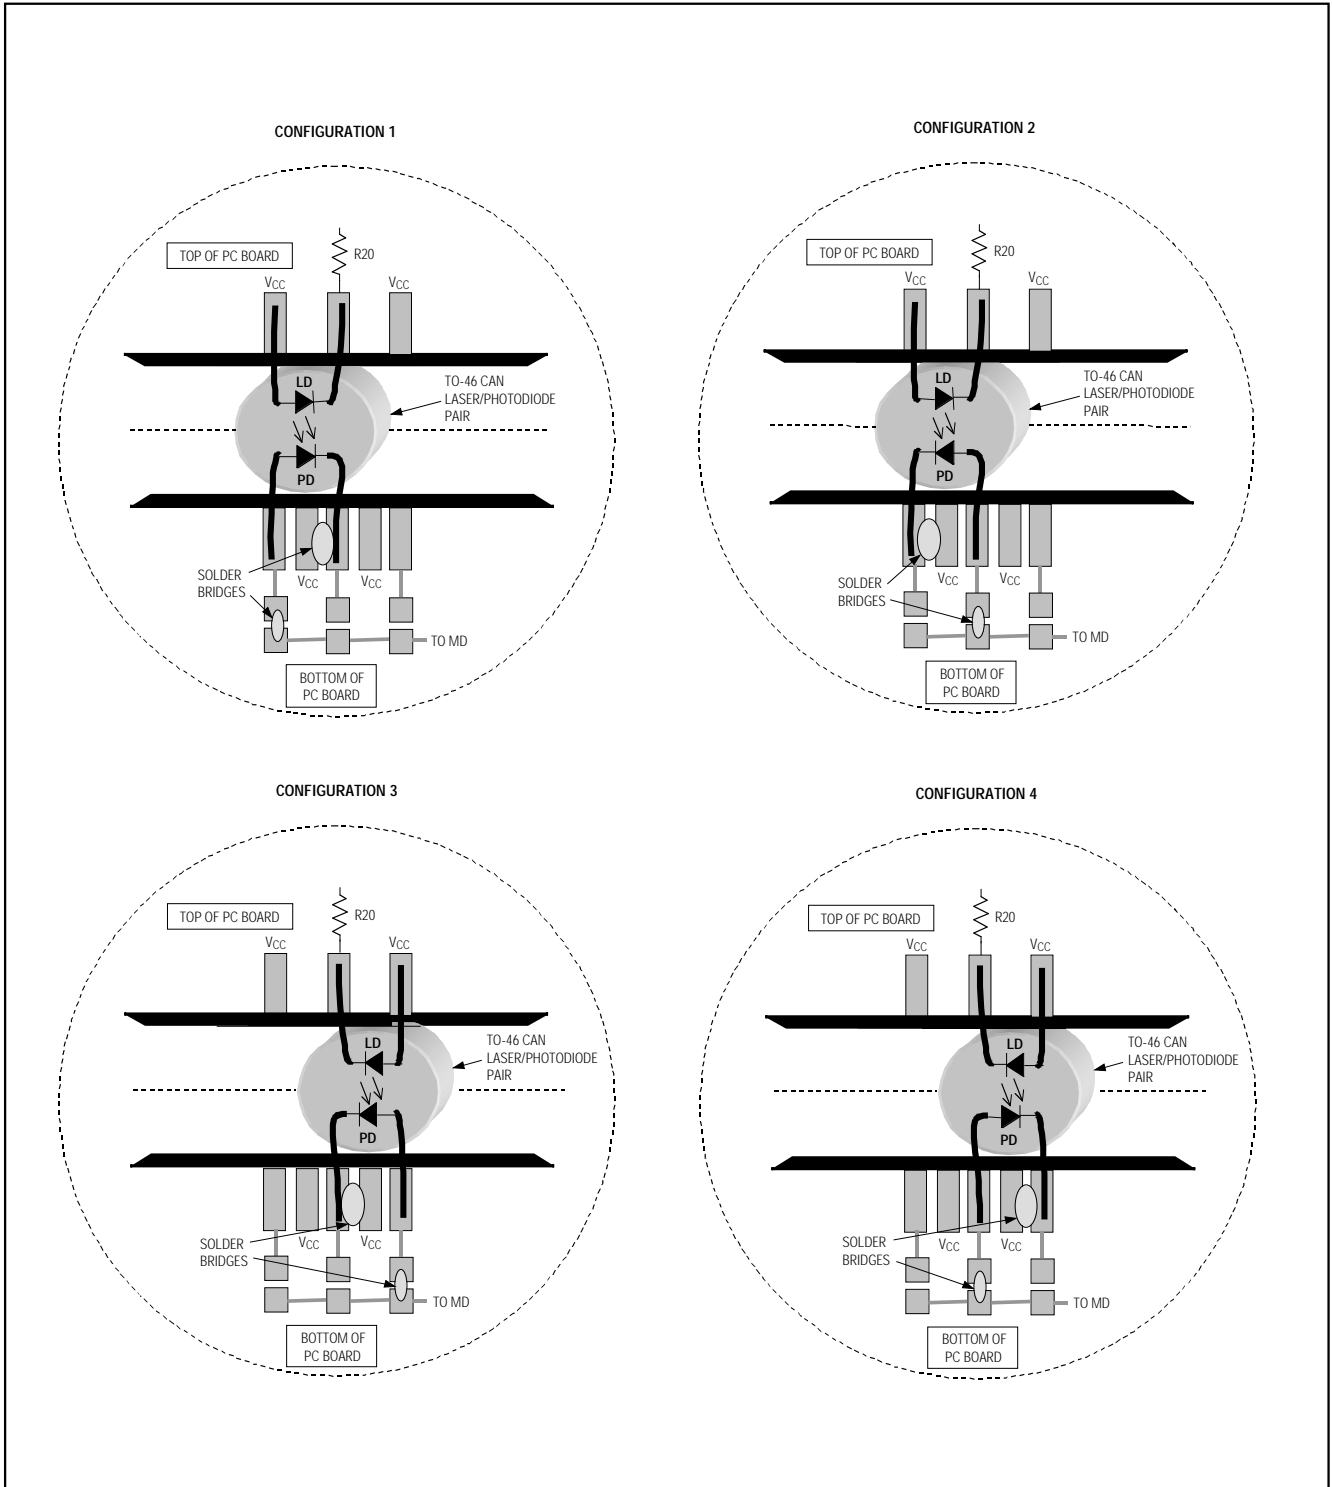

図1. レーザダイオード/モニタダイオードのMAX3869EVキットへの取付け
- 3) 本EVキットは、様々なピン構成のレーザ/モニタダイオードを接続できるように設計されています。モニタダイオード付のTOヘッダ式レーザ(図1)は下記の方法で接続します。
- モニタフォトダイオードをプリント基板の下面(ハンダ面側)にある5つのパッドのうち2つ(レーザダイオードパッドの直下)に接続します。これらのパッドのうち3つ(真中と両外側)は初めは接続されていません。残りの2つのパッドはVCCに接続されています。モニタフォトダイオードのアノードとカソードを、接続されていない3つのパッドのうち任意の2つにハンダ付けします。次に、該当するハンダジャンパを短絡することによってアノードをMDピンに接続します(図1)。隣接するVCCパッドへのブリッジをハンダで作ることにより、カソードをVCCに接続します。